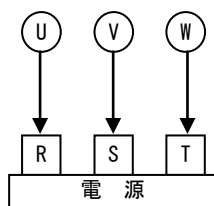

図 12 配線接続図
- (1) 線は図 12 または、電動機取扱説明書に従って行ってください。